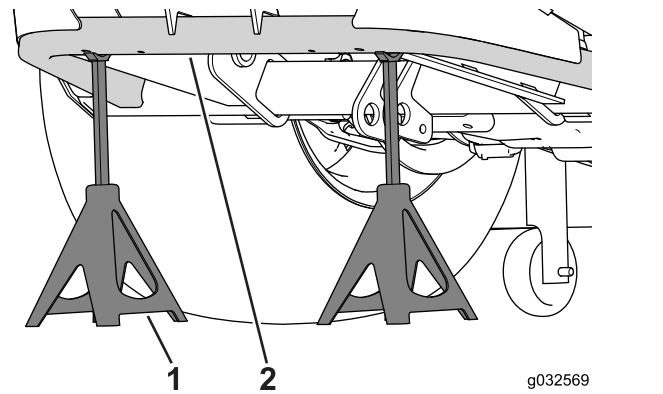

Figura 76
2. Utilice un gato de suelo para levantar las ruedas traseras del suelo, y apoye el bastidor sobre gatos fijos (Figura 76).